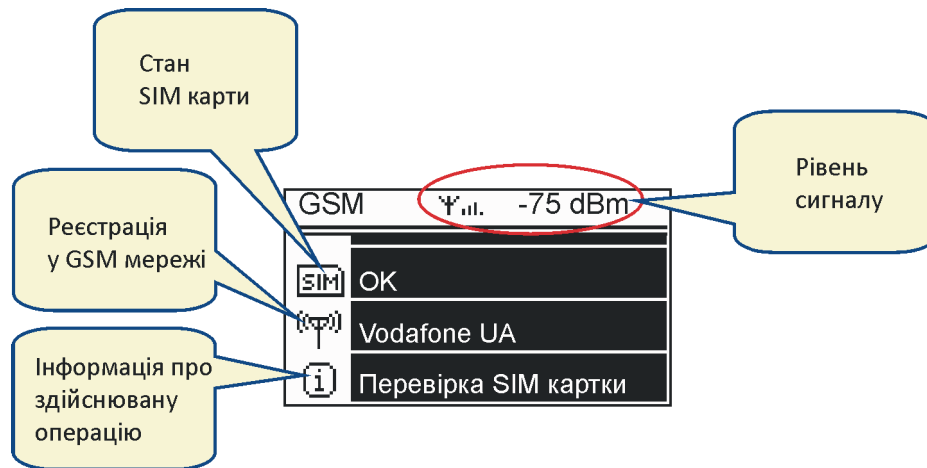

Рис. 5.24 – Індикація стану GSM модему
5.11.2 До комунікаційного порту контролера може бути підключений GSM модем, що підтримує RS-485 інтерфейс. Використання GSM модему дозволяє контролеру приймати SMS-команди та надсилати у відповідь інформацію про контролер у SMS-повідомленні. (п. 5.11.2.1). Якщо в параметрах встановлено підключення GSM модему (P104, табл. 5.10), то на головній сторінці індикації (п. 5.6) з'явиться ще один екран, що відображає стан GSM модему (рис. 5.24).